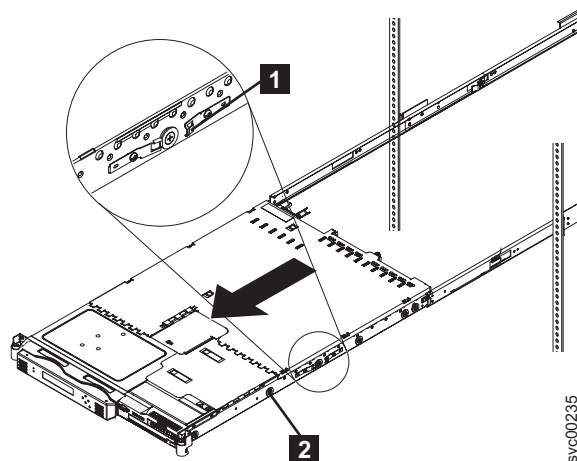

図 39. ラックからの SAN ボリューム・コントローラー 2145-8G4 の取り外し
4. これ以上はスライド・レールで保持されない時点に達したら、作業員自身がノードの重量を支える体勢を整えてから、SAN ボリューム・コントローラー 2145-8G4 ノードの両側にある後部スライド解放ラッチ (63 ページの図 39 の **1**) を押します。